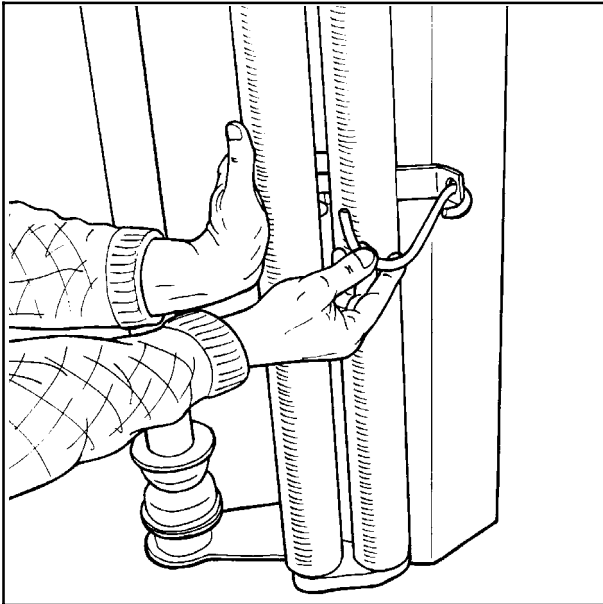

Bild 6-1
- 6.1 Zum Einlegen der Folieneinlage die Vorspannrollen zur Seite halten. Die Rollen an der Seite festhalten und den Halter aufsetzen. (Siehe Abb. 6-1).